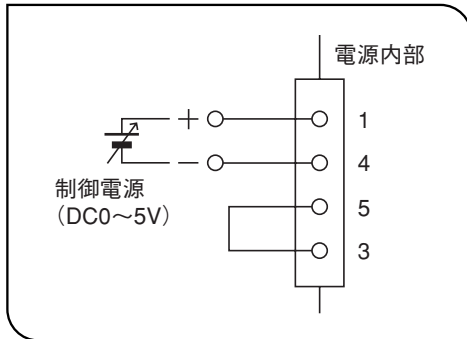

図 5
## 1 外部からのアナログ電圧による光量調節 (図 5)
- 1) 図5のようにDC電源を接続します。